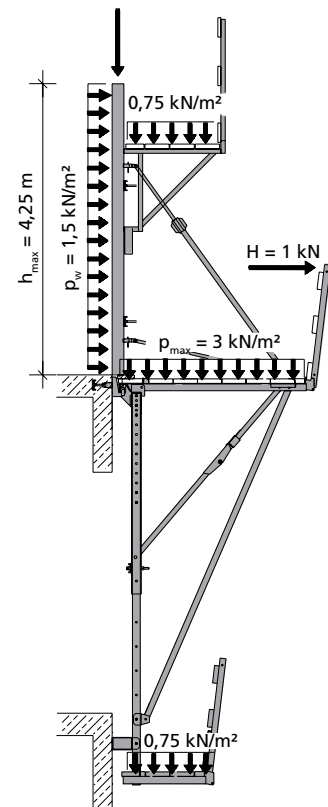

Abb. 23.4
- Schalungsgerüst mit Nachlaufbühne und Schalung auf Gerüst abgestützt (Abb. 23.4)